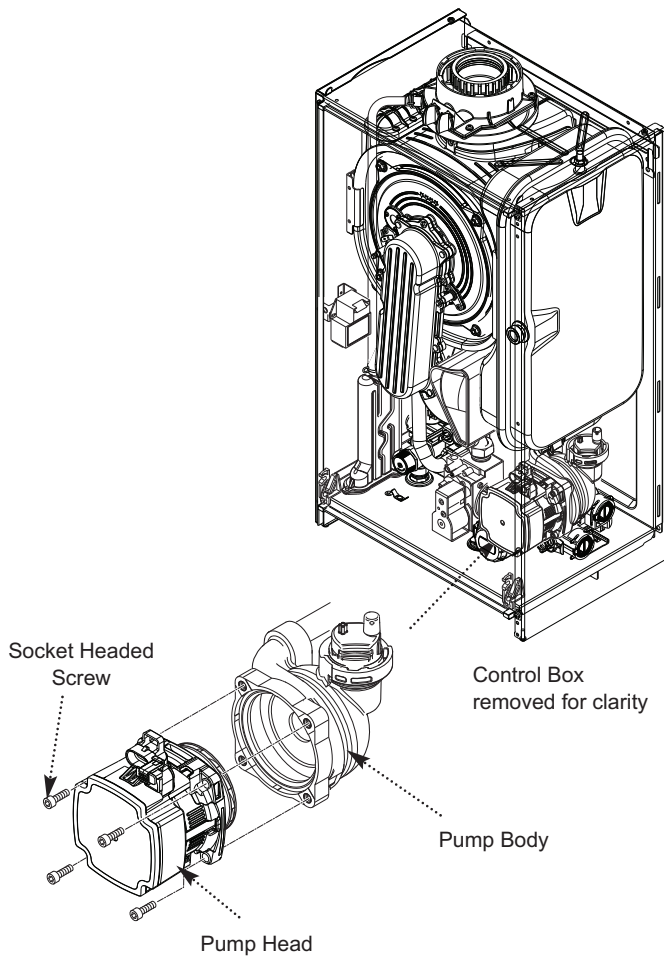

Fig. 57
10.3.10 Pump - Head Only (Fig. 57)